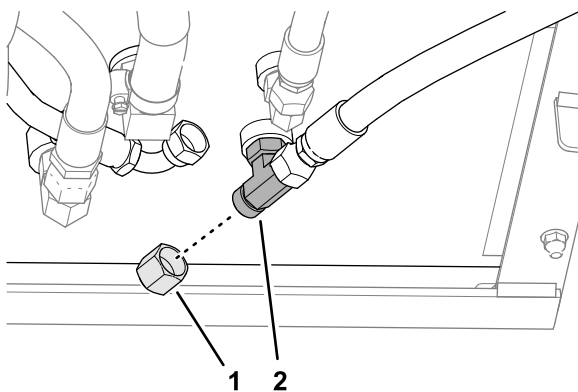

Figure 58
- Placez le capuchon sur le raccord en T, comme montré à la Figure 58.